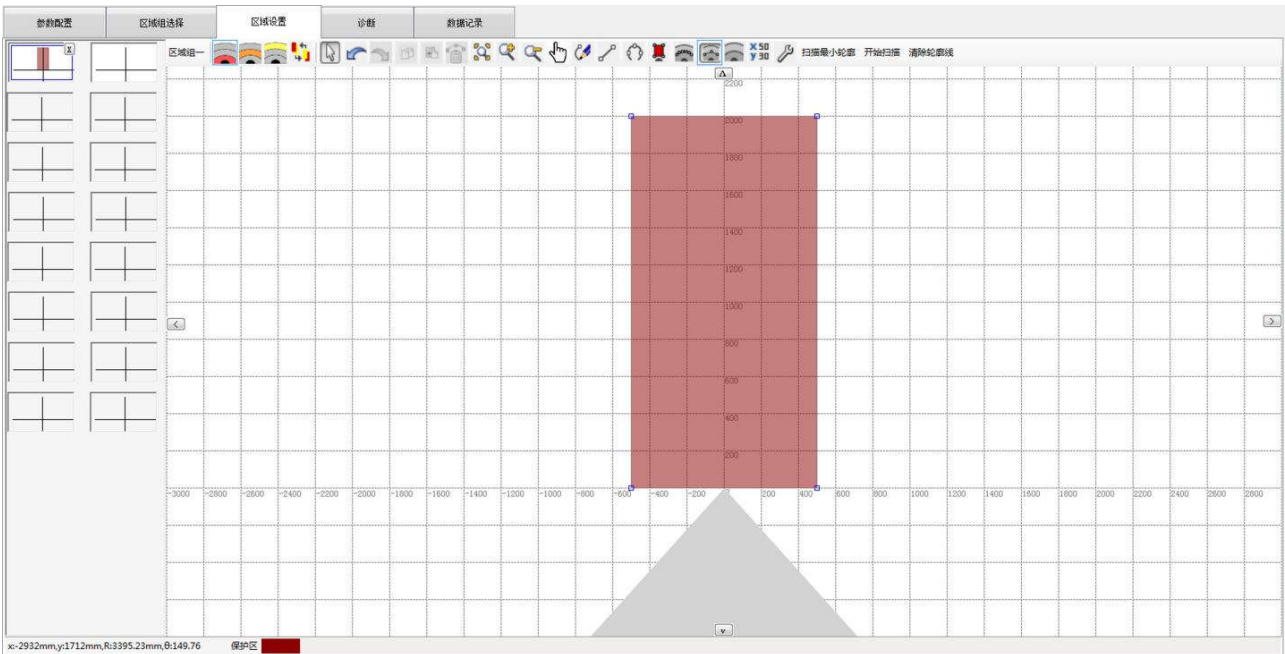
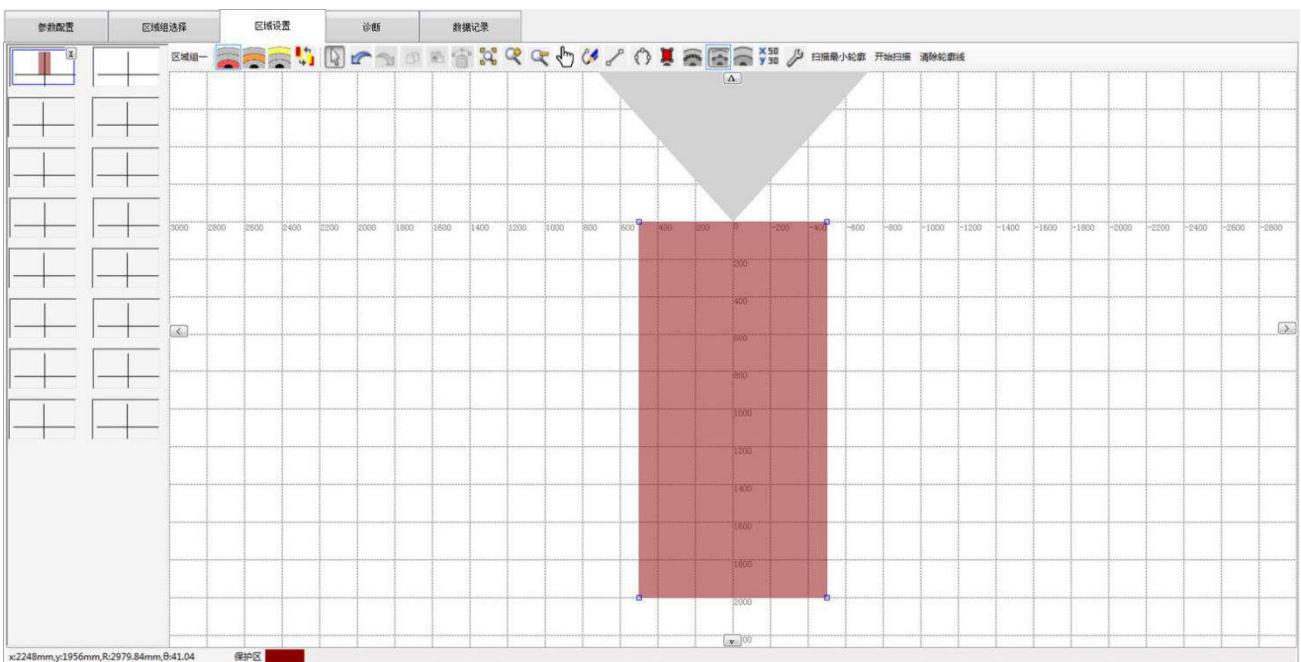

图 2.5.14 绘制矩形
图 2.5.16 调整后画布
可根据需求输入矩形的长度和宽度信息，如图 2.5.14 所示设置长度为 2000mm，左右长度为 500mm，点击【确定】后，生成保护区域如图 2.5.14。
用户可根据实际扫描区域旋转画布。例如，选中【下方】，点击【确定】后，图 2.5.14 所示绘图区域的画布旋转后如下图 2.5.16 所示。
编辑修改点工具 ：对当前编辑区域进行精确修改，例如对图 2.5.14 所示矩形区域进行修改时，点击后弹窗如图 2.5.17 所示。
操作实例：假设已定义保护区域如图 2.5.14（矩形），下面分别介绍修改、 增加、 删除、 撤销、 恢复。
(1) 对图 2.5.14 所示矩形区域进行边界点修改。点击 ，在弹窗中选择边界点列表视图中的一个坐标数据（500，0），然后在右侧【坐标输入】中将 XY 坐标调整为（500，500），点击【保存】后如下图 2.5.18 所示：
(4) 对图 2.5.14 所示矩形区域进行边界点修改后的撤销。点击 ，在弹窗中选择边界点列表视图中的一个坐标数据 (500, 0)，然后在右侧【坐标输入】中将 XY 坐标调整为 (500, 500)，点击【保存】后如图 2.5.18 所示。点击  按钮，将撤销上一步坐标修改操作，结果如图 2.5.17 所示。然后再点击  恢复按钮，可恢复上一步坐标修改操作，结果如图 2.5.18 所示。